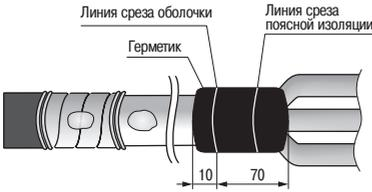

Рисунок 7.
4.19 Обмотать длинную ленту герметика по краю металлической оболочки с заходом на 10 мм на оболочку и на 70 мм по жилам кабеля, удаляя разделительную бумагу (рисунок 7).